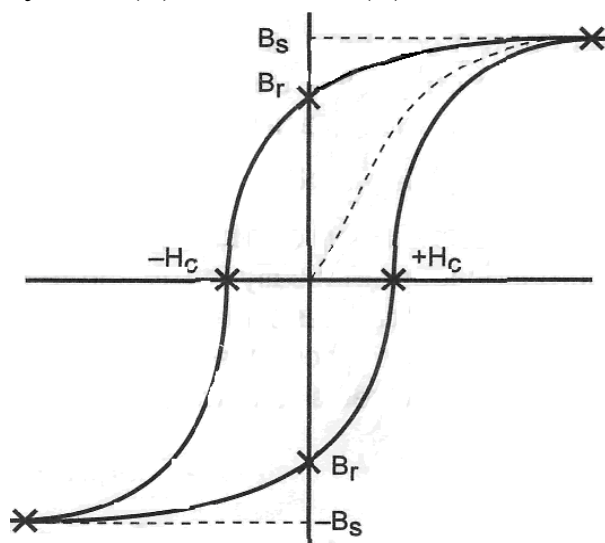

Рис. 45. Петля гистерезиса
Петля (кривая) гистерезиса (петля $B-H$) (рис. 45) – это метод изображения зависимости магнитной индукции (B) материала от напряженности магнитного поля (H). В ферромагнитном материале в состоянии покоя существует хаотическое распределение магнитных моментов, которые сориентированы произвольно в разных направлениях. Эти моменты взаимокompенсируют друг друга. Когда приложено магнитное поле, молекулярные моменты ориентируются в направлении магнитного потока, и чем выше напряженность магнитного поля (H), тем сильнее это будет проявляться. Когда все молекулярные магнитные моменты направлены в одном направлении, материал становится насыщенным (B_s), и более высокая магнитная индукция не может быть достигнута даже при дальнейшем возрастании напряженности магнитного поля (H). При уменьшении напряженности магнитного поля кривая (рис. 45) не будет следовать по старой траектории, так как ряд молекулярных магнитных моментов не полностью вернутся в свои исходные положения. Если напряженность $H = 0$, определенная величина индукции потока остается в материале. Эта магнитная индукция известна как остаточная магнитная индукция (B_r). Потребуется противоположно направленная индукция для возврата к нулевому значению. Требуемая для этого напряженность поля известна как коэрцитивная (понудительная) сила (H_C), или коэрцитивность.
Поскольку проницаемость материала нелинейна относительно (B) и (H) (см. рис. 45), уместно сослаться на другие типы проницаемости.